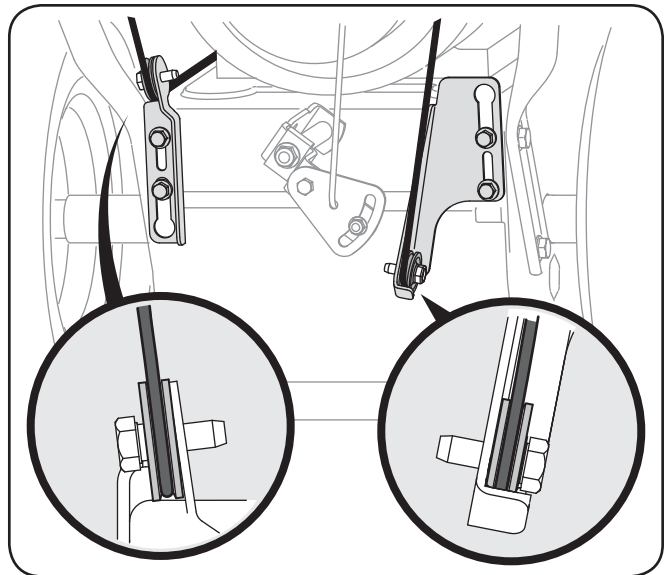

Figura 3-2
**NOTA:** Asegúrese de que los extremos superiores de cada cable estén correctamente asentados en su soporte. Vea la Figura 3-2.